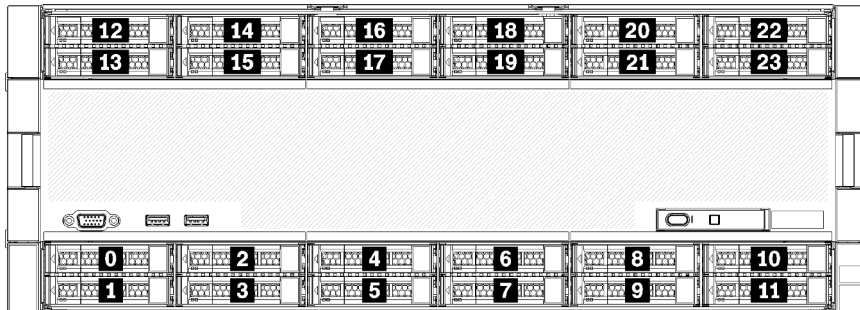

Abbildung 9. Position der Laufwerke
- Die oberen zwei Laufwerke unterstützen Laufwerke mit SAS-, SATA- oder NVMe-Schnittstelle (Lenovo AnyBay). Der Server unterstützt je nach Serverkonfiguration bis zu 12 NVMe-Laufwerke. Die NVMe-fähigen Laufwerkpositionen sind die geradzahligen Positionen, wie dargestellt in Abbildung 9 „Position der Laufwerke“ auf Seite 21.